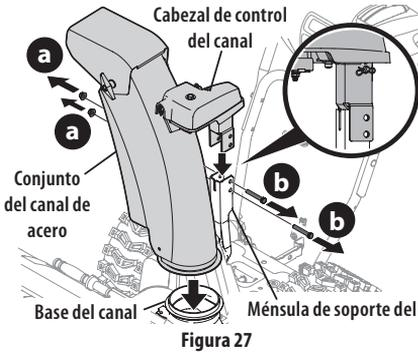

Figura 27
1. Extraiga las tuercas de seguridad (a) y los tornillos hexagonales (b) de la ménsula de soporte del canal (para lo que se requerirán dos llaves) (Figura 27).
2. Ubique el conjunto del canal sobre la base del canal y el cabezal de control del canal sobre la ménsula de soporte del canal (Figura 27).